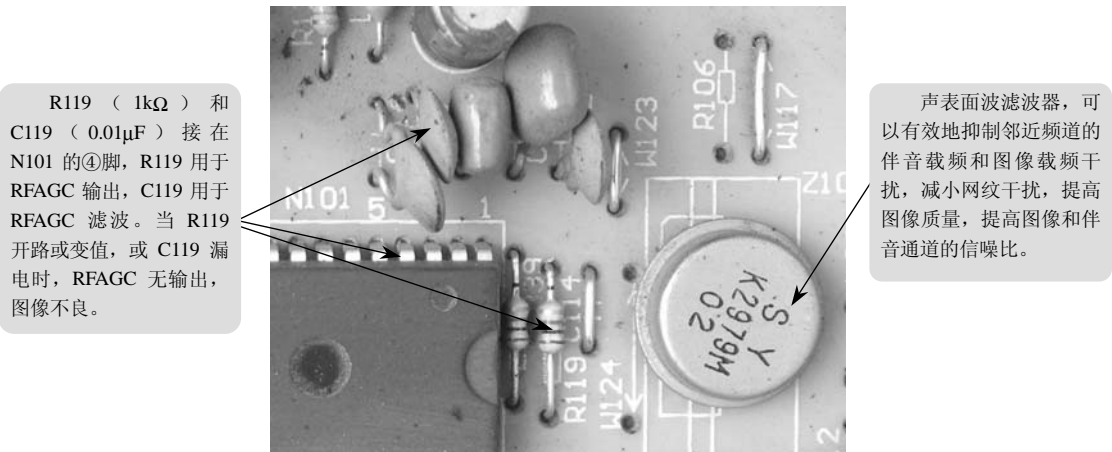
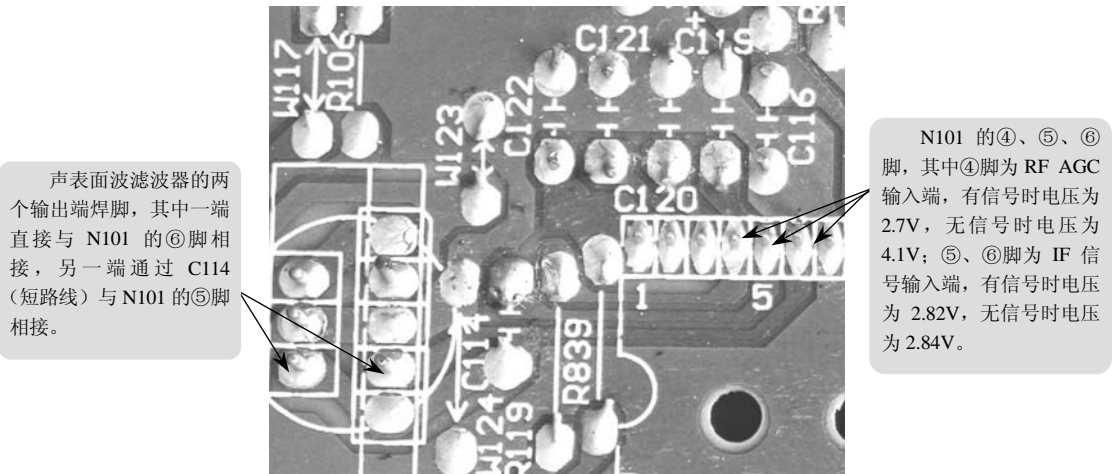

图 1-23 RF AGC 元器件及声表面波滤波器实物组装图
图 1-24 RF AGC 元器件及声表面波滤波器引脚印制线路图
AGC 端子主要用于输入射频 AGC 控制电压, 以实现高放级的自动增益控制。射频 AGC (RF AGC) 控制电压由 N101 (LA76810A) 的④脚输出, 通过 R119 组成一个闭环环路, 其实物组装图如图 1-23 所示, 引脚印制线路图如图 1-24 所示。